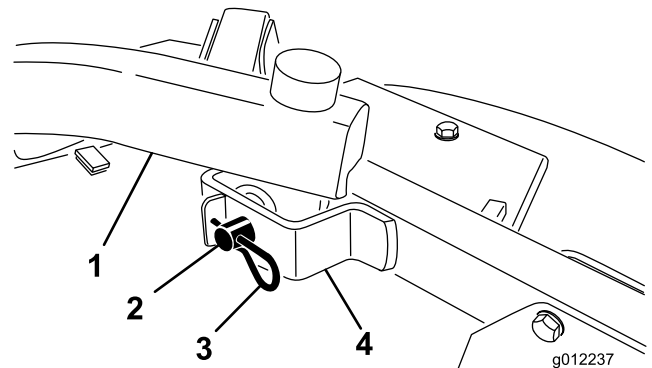

Figura 26
4. Retire os contrapinos tipo grampo e pinos de segurança que fixam os braços de elevação aos suportes do braço da roda giratória (Figura 26).